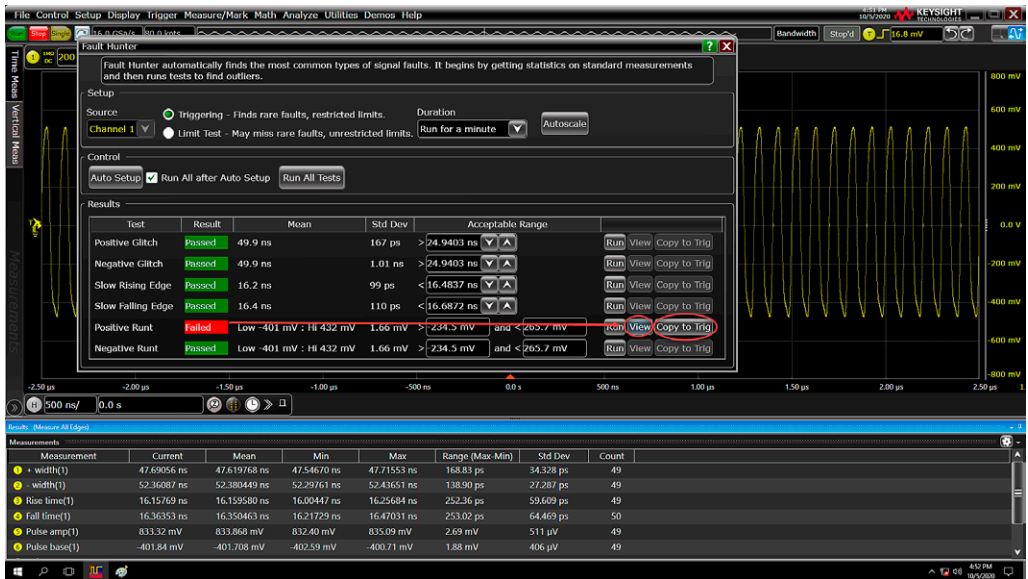

图 5. 在 Fault Hunter 完成所有六个测试之后，可以单击“查看”按钮，查看异常信息。使用“复制到触发器”(Copy to Trigger) 按钮，可以将异常的触发类型和设置保存起来。
- 单击查看按钮; 如图 5 所示。Fault Hunter 可以显示信号波形, 让您进行详细分析; 如图 6 所示。
- 完成定位、可视化和记录之后, 您还可以复制执行故障识别的触发设置。点击“复制到触发”(Copy to Trig)可以自动设置高级触发器, 继续实时搜索信号错误; 如图 5 所示。通过诸如标配的分段存储器、历史记录模式和计数器等功能, 您可以捕获具有时序信息的数千个连续故障, 或者查找故障频率, 分析故障的其他原因。